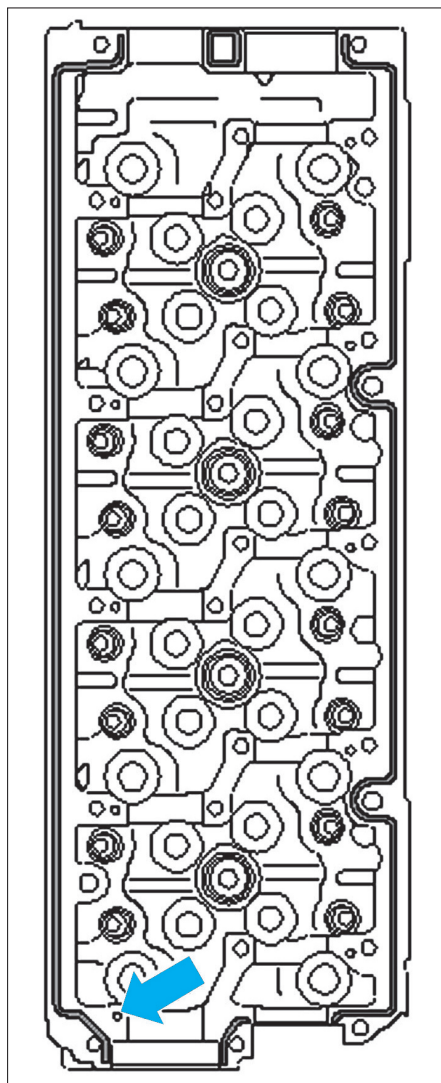

Fig. 61
- Appliquer les cordons de produit d'étanchéité d'une largeur d'environ 2 à 3 mm (flèches) sur les surfaces d'étanchéité propres de la culasse (Fig.61).